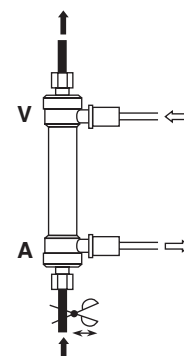

Fig.6/Abb.6/Εικ.6
- 8) Laad de dialysator en bloedlijnen met meer dan 500 ml gehepariniseerde fysiologische zoutoplossing en controleer dat er geen luchtballen in de dialysator achterblijven door herhaaldelijk te spoelen. Vervang de dialysator als er massieve luchtballen uit de vezels komen. (Fig. 6)